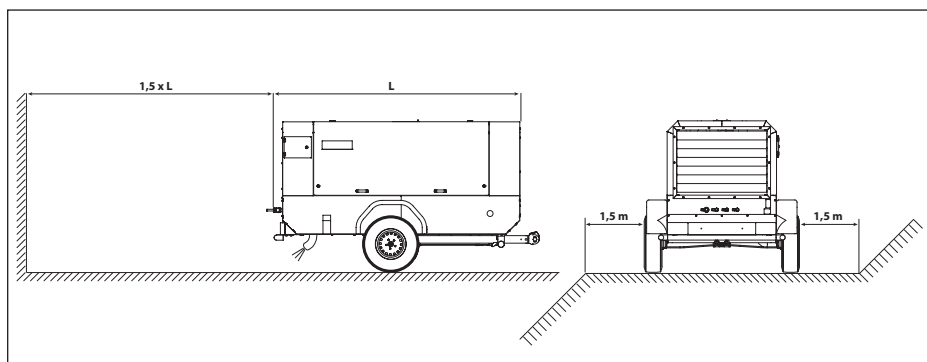

Рис. 3.2.2
При парковке компрессора зафиксируйте опорную ногу в вертикальном положении. Располагайте компрессор в максимально ровном положении, как показано на рис. 3.2.2. Допускается наклон компрессора при работе на короткое время на угол не более 15° градусов.
2. Расположите компрессор на ровном участке как показано на Рис. 3.2.2 и надёжно заблокируйте колёса с помощью противооткатных башмаков.